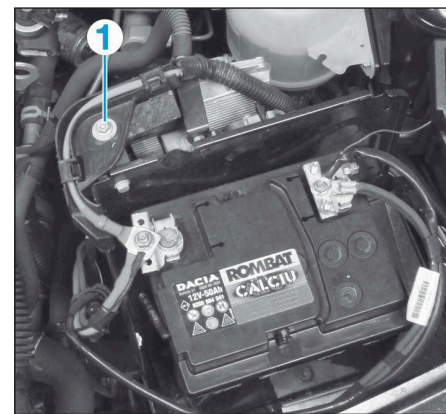

FIG.25
- Déposer la vis (1) et mettre de côté le faisceau d'alimentation (Fig.25).